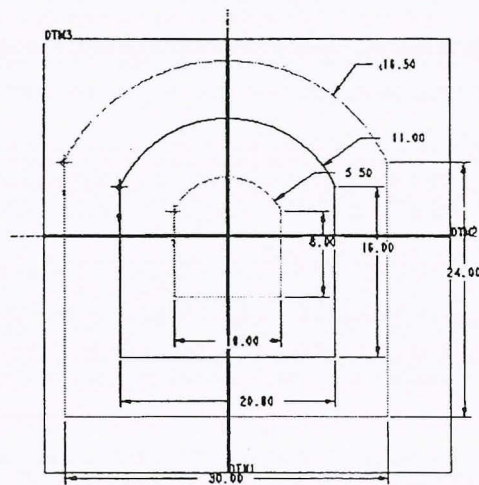

Figure 16-6
4. **Régénérez (Regenerate)** la troisième section. Aucun alignement n'est nécessaire. Les trois sections se présentent telles qu'illustrées à la Figure 16-6.